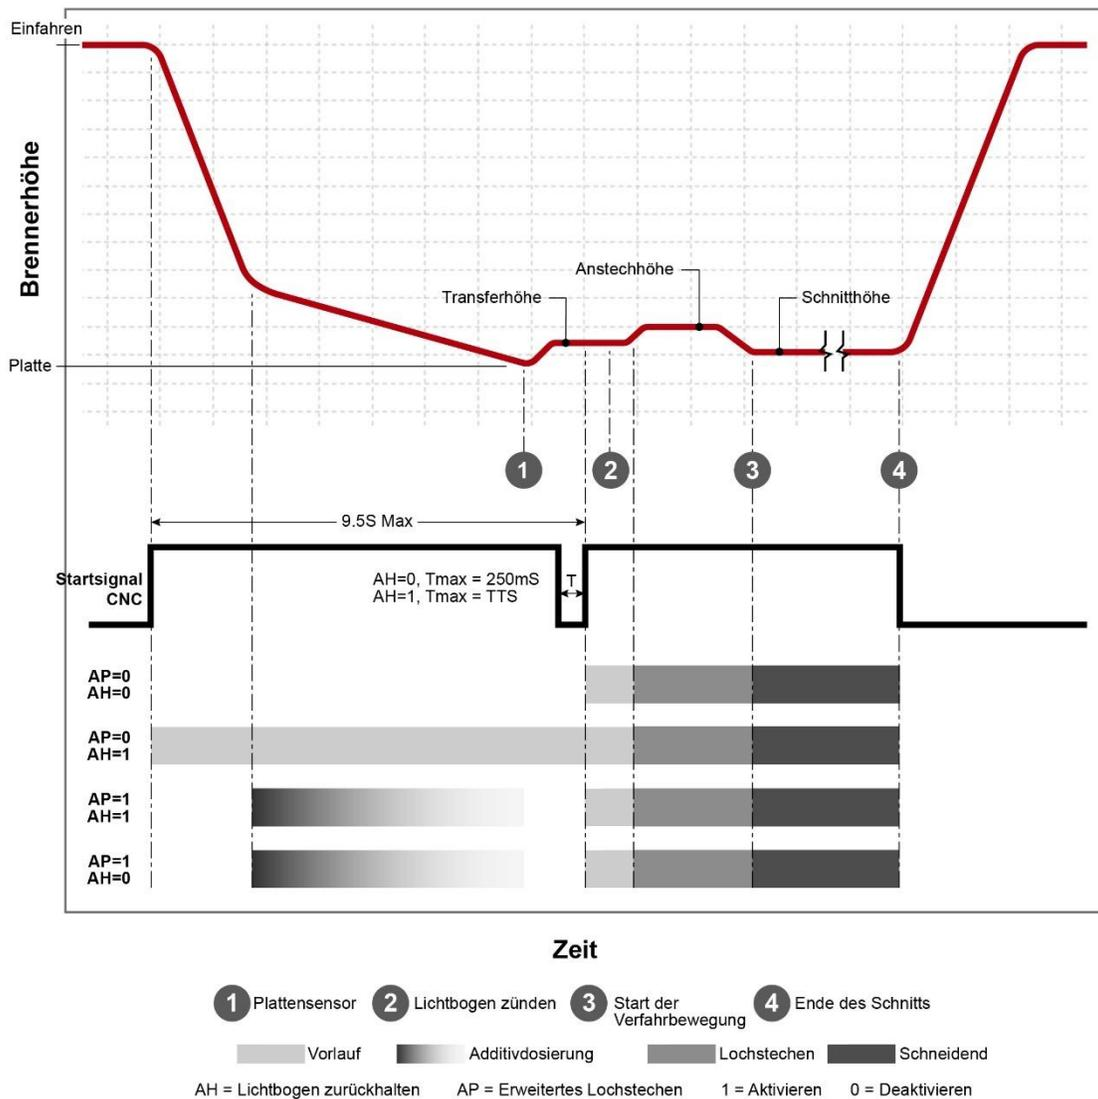

Abbildung 4: Zeitdiagramm für doppelten Kantenbeginn
- Wenn die H2O-Injektion gewählt wird, wird die Funktion Lichtbogen zurückhalten außer Kraft gesetzt und ist nicht mehr aktiv. Ein doppelter Kantenbeginn ist jedoch nach wie vor erforderlich. Der Plasmastart wird bei der zweiten steigenden Flanke ausgelöst - siehe AP=0, AH=0 Timing in Abbildung 4.